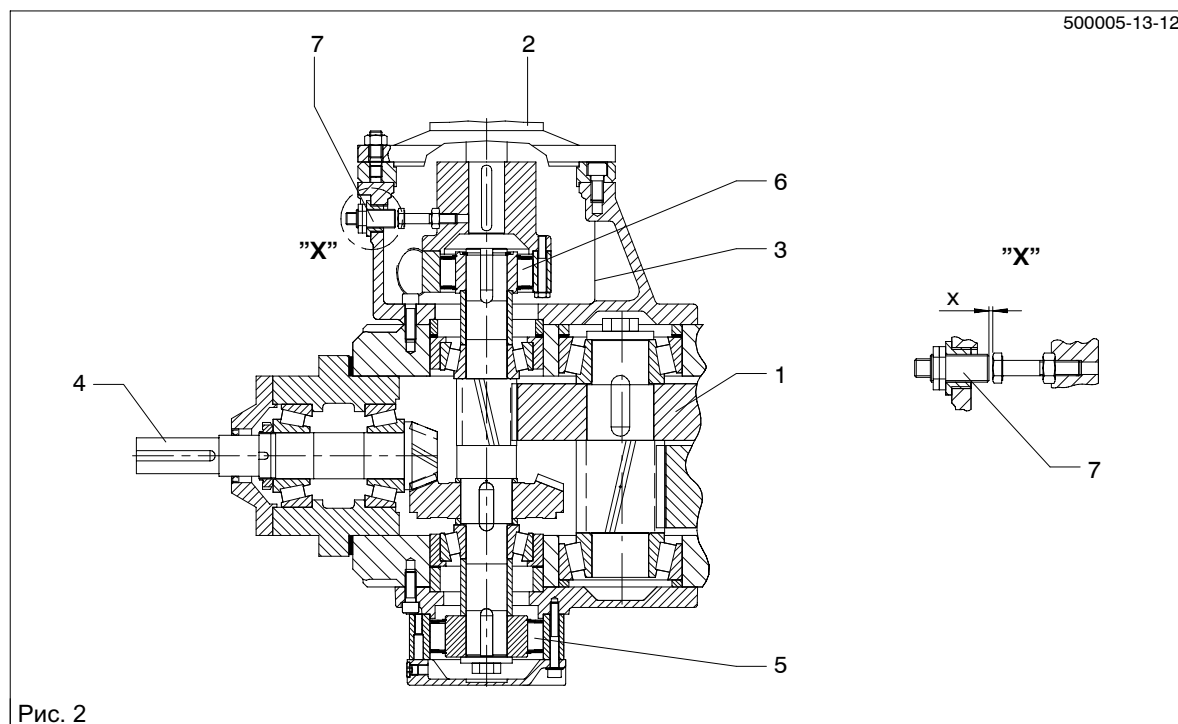

Рис. 2
Для исключения завышенных чисел оборотов при функциональных неполадках муфты свободного хода, на основе безопасности, клиенту следует на комбинации привода установить реле контроля скорости вращения. Реле контроля скорости вращения состоит из одного импульсного датчика, который крепится в промежуточном фланце (Рис. 2) и из прибора для преобразования непрерывных величин в дискретные.
**Указание:** В промежуточном фланце, на соответствующем месте, изготовитель предусмотрел резьбовое отверстие размером M18x1 для крепления импульсного датчика подготовленного со стороны клиента. Размер "x" зависит от данных изготовителя прибора (см. Рис. 2). Импульсный датчик должен отвечать предъявляемым условиям "примыкания по одной плоскости".